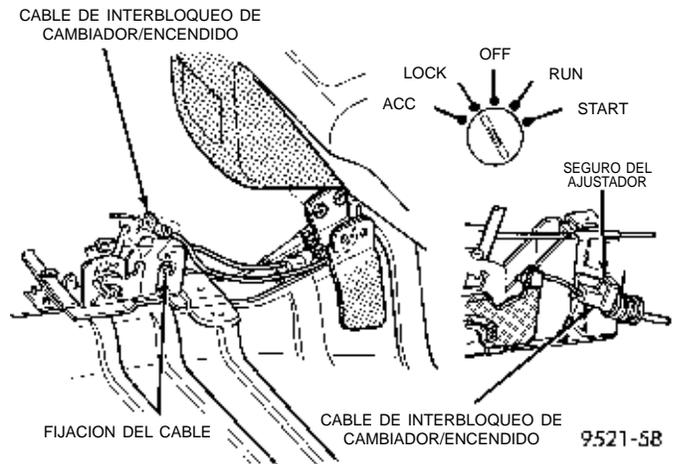

**Fig. 14 Cable del cambio de marchas**
(3) Retire los tornillos que retienen el marco del indicador del cambio de marchas y retire el marco y la luz indicadora.
(4) Empleando una herramienta de palanca de hoja plana, retire del pasador del cambio de marchas el extremo del cable del cambiador (Fig. 14).